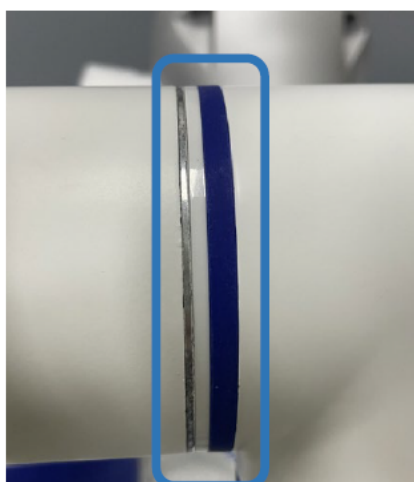

图 3-4: 安装支撑环、橡胶环
3. 将塑料支撑环放下，并轻轻地将橡胶环叠加在支撑环上。装好后如图 3-4所示；